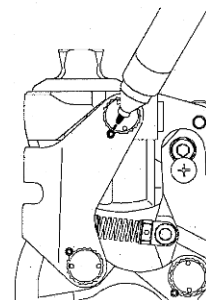

Abb. 3
a) Zum Messen des Anziehens der verzahnten Knöpfe, ein Merkzeichen am Gewindekern des Knopfs **A** machen, der in Berührung mit der Spannschraube ist (Abb. 3).